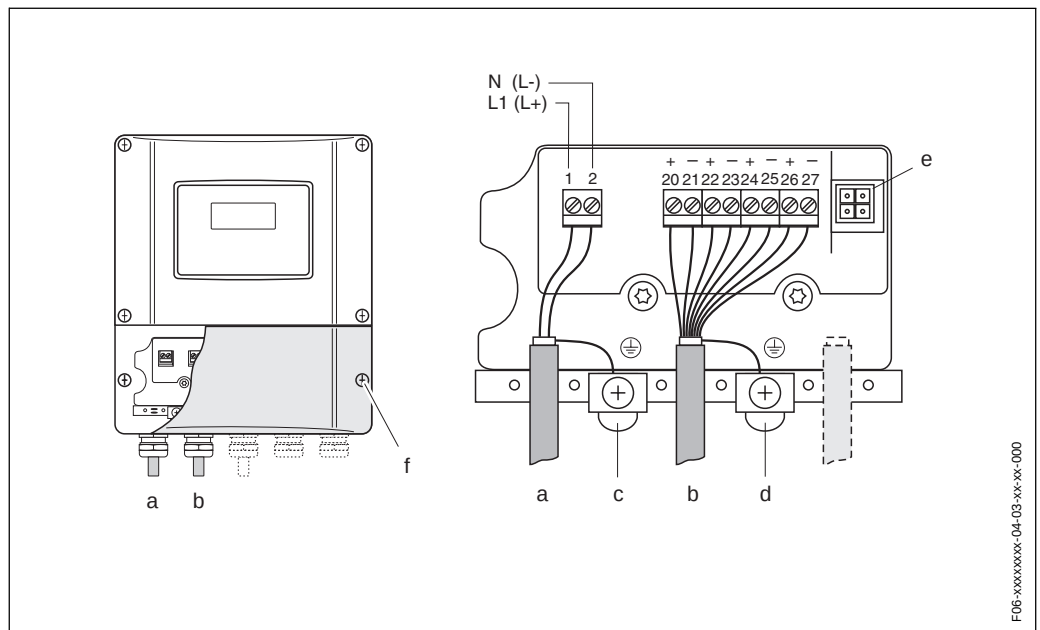

Fig. 34: Conectando o transmissor (alqjamento de montagem de parede). Secao tranversal do cabo: max. 2.5 mm²
- Diagrama de ligacao (alojamento de montagem de parede) → Fig. 34